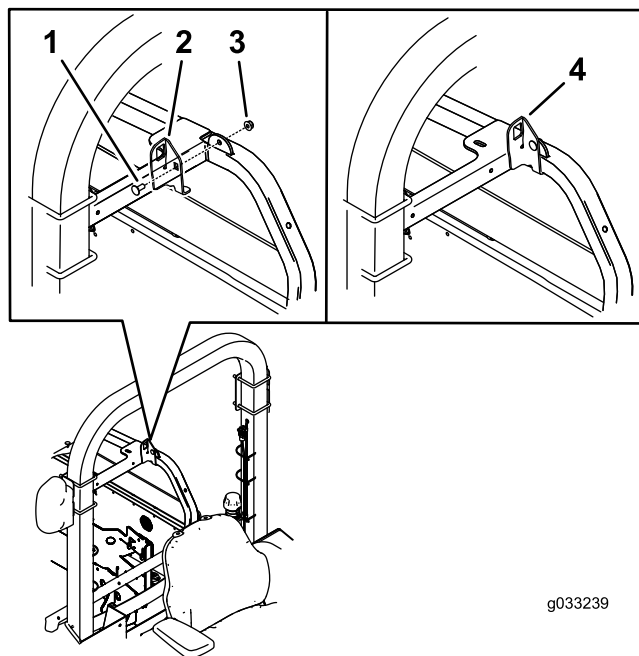

Figure 2
6. Fixez le support du loquet sur le cadre au moyen d'un boulon de carrosserie (5/16" x 3/4") et d'un écrou à embase (5/16") (Figure 2).